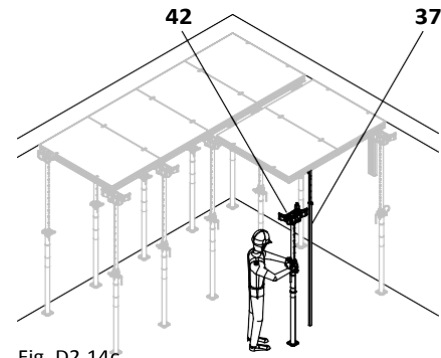

Fig. D2.14c
3. Поставете третата подпора с глава DBH (42) на края на елемента наклонена навътре и я изпрвете навън. Разстояние 1.50 m. (Fig. D2.14c)